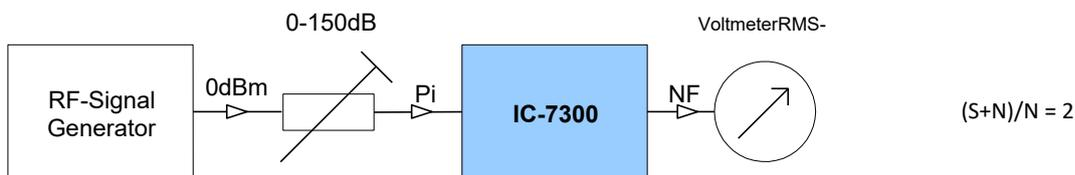

Fig. 1: Configuración de medición para determinar la sensibilidad (MDS, señal mínima perceptible)
La medida de la sensibilidad (MDS = señal mínima discernible) define el piso de ruido del receptor. Si se aplica una señal a la entrada del receptor cuyo nivel (Pi) eleva el ruido del receptor en la salida de audio en 3dB, entonces la potencia de la señal es igual al ruido de fondo, correspondiente a $(S+N)/N = 2$. Para esta medición se puede utilizar un generador de señal con nivel de salida de 0 dBm (Fig. 1), atenuador de paso de 0-140dB y un voltímetro RMS conectado a la salida AF (NF).